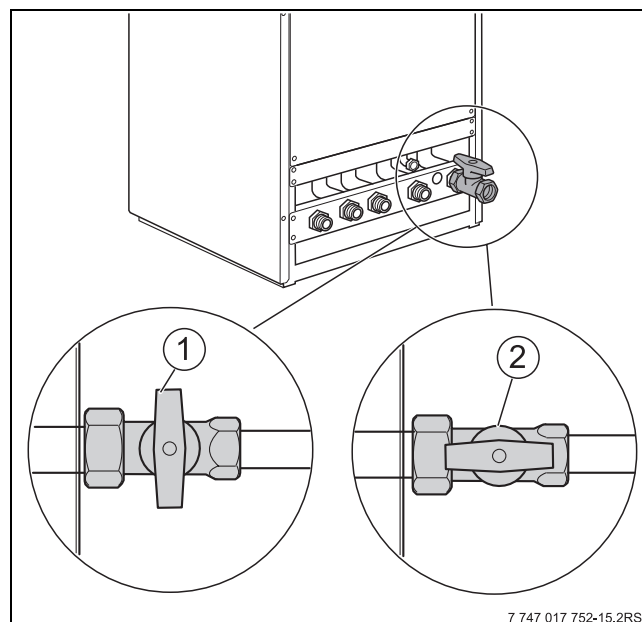

Fig. 36 Rubinetto del gas
- Chiudere il rubinetto del gas (→ fig. 36, [1]).
- Aprire lentamente il rubinetto del gas Spingere il rubinetto del gas e compiere un quarto di giro verso sinistra (→ fig. 36, [2]).
- ▶ Chiudere il rubinetto del gas (→ fig. 36, [1], pag. 35).
- Chiudere il rubinetto del gas (→ fig. 36, [1], pag. 35).